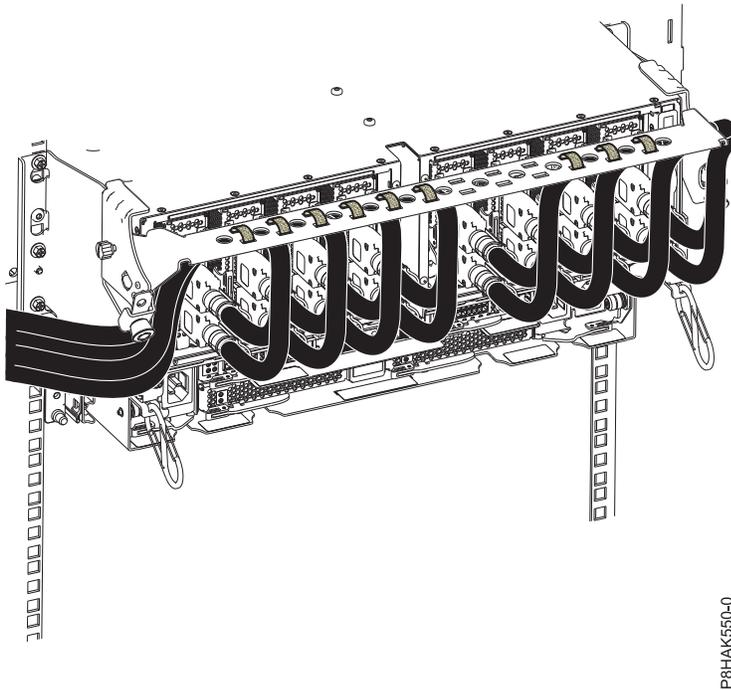

図 47. ケーブル管理ブラケットへのケーブルの配線
4. CXP、拡張ドロワー・ケーブル、および入出力 (I/O) ケーブルをケーブル管理ブラケットまで配線します。49 ページの図 47を参照してください。
- f. 面ファスナーを使用して、49 ページの図 47 に示すようにバルク・ワイヤーとケーブル・ファイバーをケーブル管理ブラケットまで配線します。